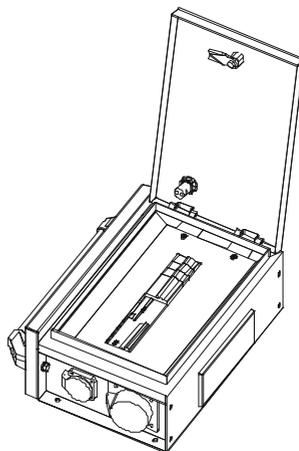

Рисунок 8
2.9 Поднести к крыше ручку щитка и вернуть болты в гайки M8, предварительно установленные в ручку (смотри 2.8, рисунок 8).